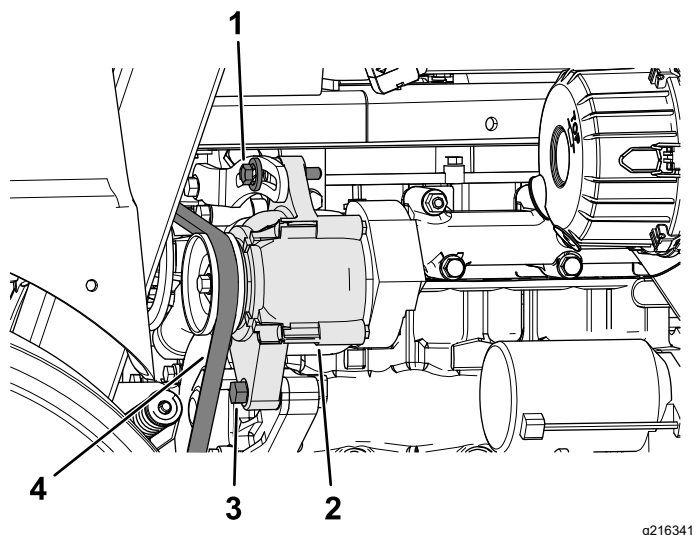

Figure 88
5. Desserrez le boulon de pivot et le boulon de blocage de l'alternateur (Figure 88).
7. Resserrez le boulon de blocage de l'alternateur (Figure 88).
8. Resserrez le boulon de pivot de l'alternateur (Figure 88).